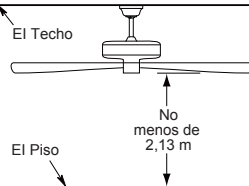

Figura 2
Caja profunda (Figura 2)
2. Retire el clip de horquilla y pasador de horquilla de la parte inferior de la bola para colgar. Retener el pasador y clip para la reinstalación en el paso 4. (Figura 2)
Debe colgar el ventilador a una distancia mínima de 2,13 m desde las aspas hasta el piso. (Figura 2)
Para evitar una posible descarga eléctrica, asegúrese de cortar la alimentación eléctrica de la caja de fusibles principal antes de alambrado el ventilador. (Figura 2)
- ☐ 2. Coloque y ajuste firmemente la cubierta para el tornillo de la base sobre los tornillos de reborde de la abrazadera para colgar mediante el mecanismo deseguro por giro del chavetero. (Figura 2)
- ☐ 2. Instale la ensamble de la placa de iluminación en el soporte utilizando las dos ranuras principales de conexión. Vuelva a colocar el tercer tornillo y asegure los tres tornillos. (Figura 2)
- ☐ 2. Restaure la fuente de alimentación de la toma de corriente enciendi la electricidad del fusible principal. (Figura 2)